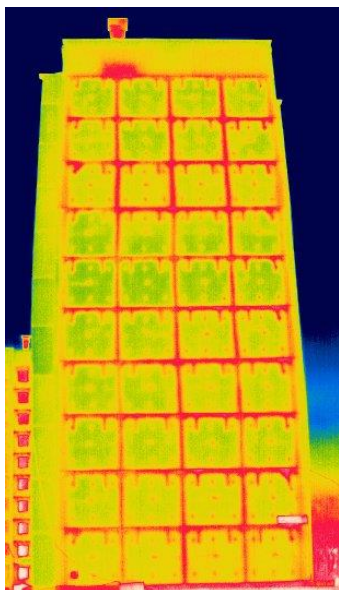

Рис. 2. Термограмма жилого здания.
- наличие скрытых дефектов теплоизоляции, некачественный монтаж, неправильное заполнение стыковых соединений панелей и прочее (рис. 2);